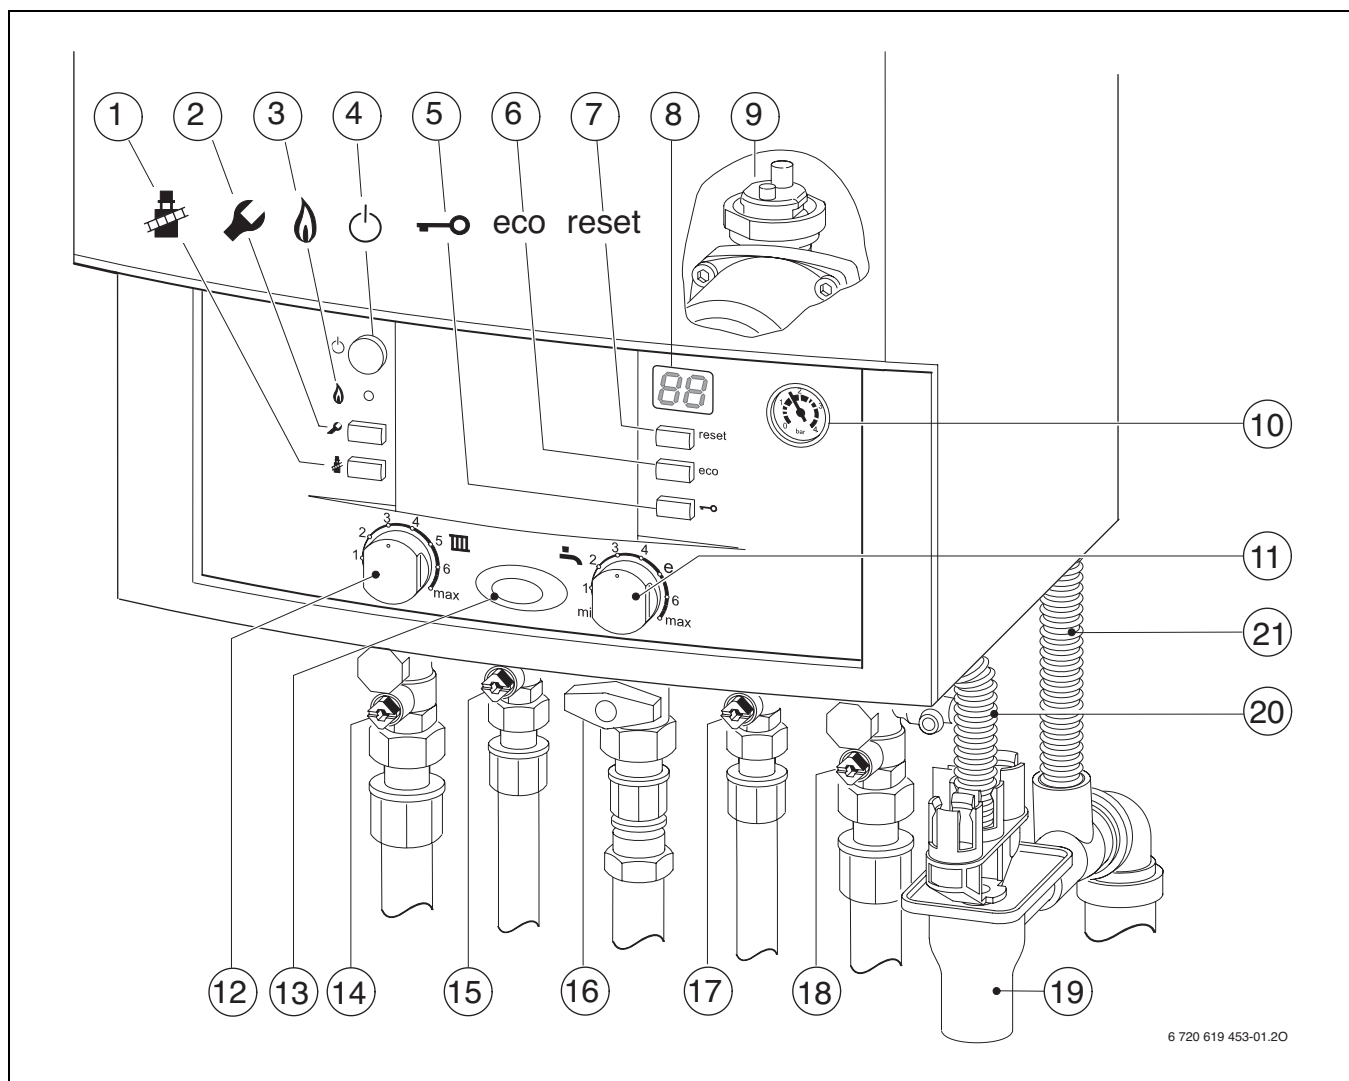

Fig. 42 ZWBR...
- ▶ Deschideți robinetul de încălzire pe tur și pe retur (14 și 18, Fig. 42) și umpleți instalația de încălzire la 1 - 2 bari și închideți robinetul de umplere.
- ▶ Deschideți robinetul de gaz (16).